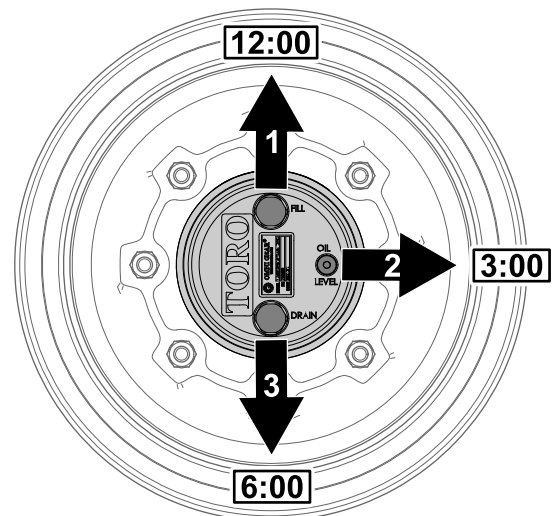

Figura 72
1. Estacione a máquina numa superfície plana, posicione a roda de forma a que o tampão de enchimento fique na posição das 12 horas, o tampão de verificação fique na posição das 3 horas e o tampão de drenagem fique na posição das 6 horas (Figura 72).
2. Retire o tampão de verificação da posição das 3 horas (Figura 72).
enchimento fique na posição das 12 horas, o tampão de verificação fique na posição das 3 horas e o tampão de drenagem fique na posição das 6 horas; consulte Figura 72 em Verificação do lubrificante da transmissão da engrenagem planetária (página 75).